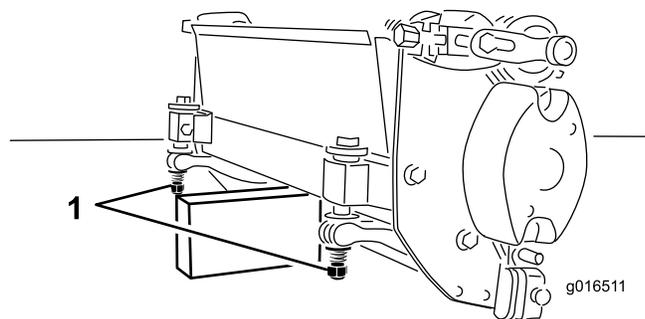

Figura 6
Quando occorre inclinare l'apparato di taglio per accedere alla controlama o al cilindro, sostenete la parte posteriore dell'apparato in modo che i dadi sul retro delle viti di regolazione della barra di appoggio non poggino sul piano di lavoro (Figura 6).
2. Inclinate il tosaerba per accedere alla controlama e al cilindro. **Accertatevi che i dadi sull'estremità posteriore delle viti di regolazione della barra di appoggio non poggino sul piano di lavoro (Figura 6).**
Importante: Quando occorre inclinare l'apparato di taglio per accedere alla controlama o al cilindro, sostenete la parte posteriore dell'apparato in modo che i dadi sul retro delle viti di regolazione della barra di appoggio non poggino sul piano di lavoro (Figura 6).